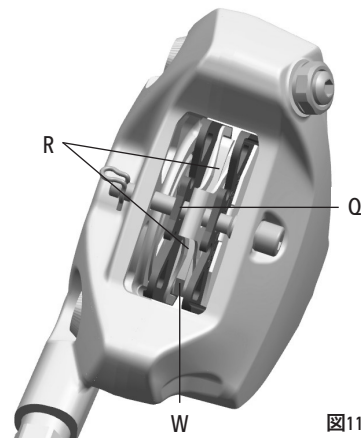

図11
前後のパッド共に、パッド摩耗インジケーター (W) が存在し、パッドがメタル・サポート (Q) に対して、ピストンに接触しながら正しい位置にあることを、そしてパッドのフリクション・エリア (R) がローターに接触していることを確認します (図11)。そうでない場合は、資格のあるメカニック、またはカンパニョーロ プロ・ショップに相談してください (2章 - 技術情報とテクニカル・サポート”をご参照ください)。
**注意:** ウエットで、泥、砂、埃の多い状況下で使用すると、ブレーキ・パッドの寿命は極端に短くなり、きれいなアスファルト道路で使用する場合より早期に摩耗します。そのため、摩耗インジケーター (W - 図11) がパッド上に見えていることを、頻繁に確認することが非常に重要です。摩耗インジケーターが見えなくなった場合は、メカニックに依頼し、パッドを交換してください。